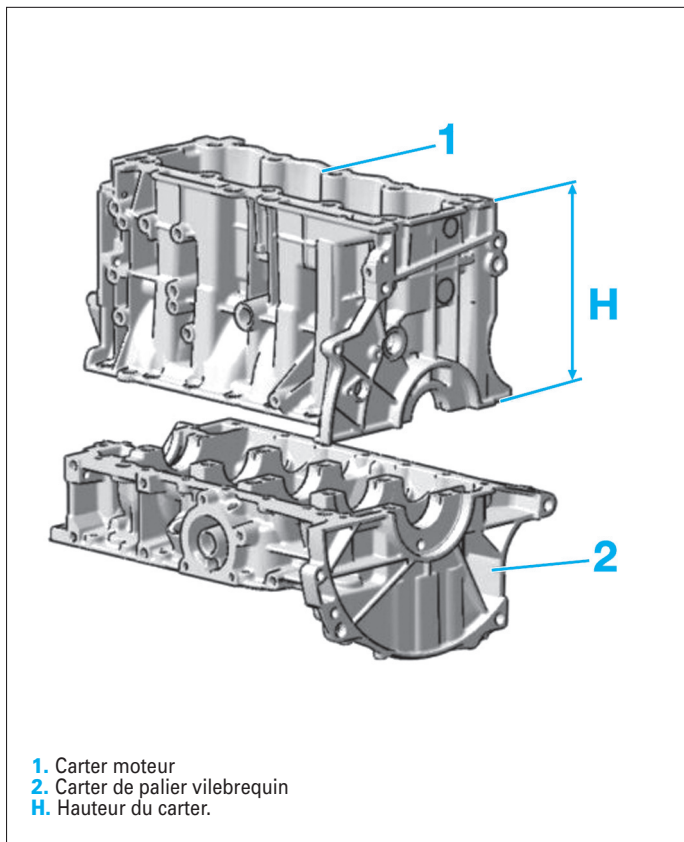

Fig. 8
Hauteur (H) (mesurée entre les plans de joint) : 206,98 ± 0,05 mm (Fig.8).